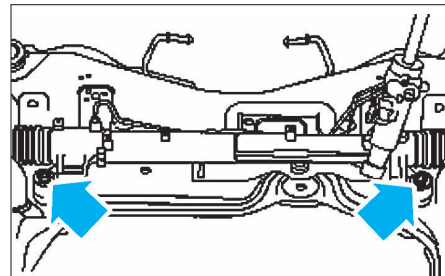

FIG. 10
- les fixations de la crémaillère (Fig.10).